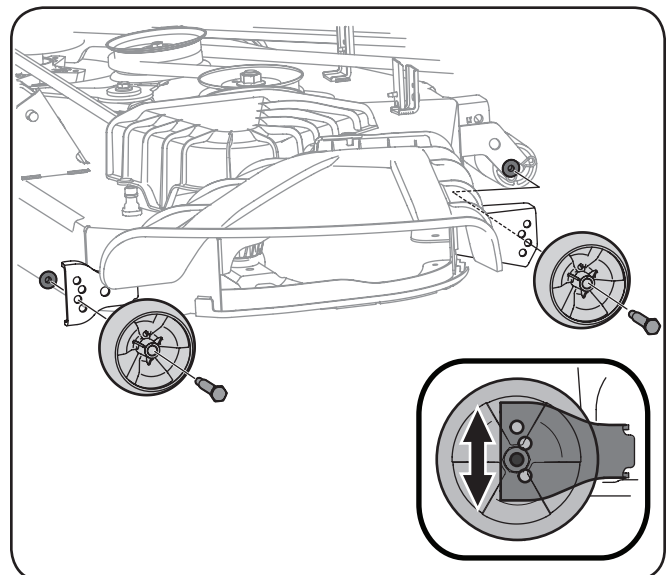

Figura 3-10
- b. Retire las ruedas delanteras y de la plataforma retirando las tuercas de seguridad con brida y los tornillos con reborde que las sujetan a la plataforma. Consulte Figura 3-10.